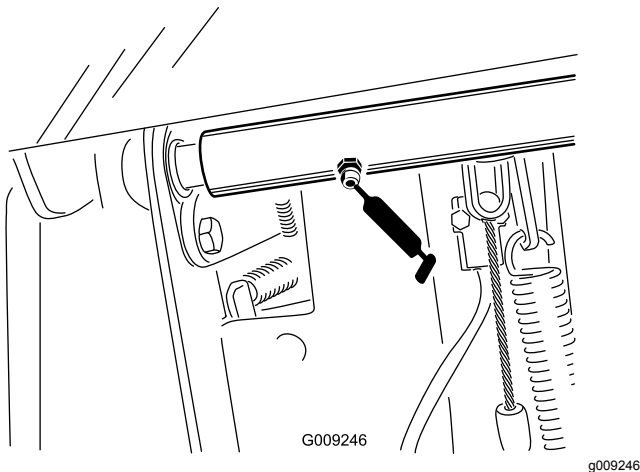

Figura 75
- Dois rolamentos do eixo da articulação do pedal do travão (Figura 75)